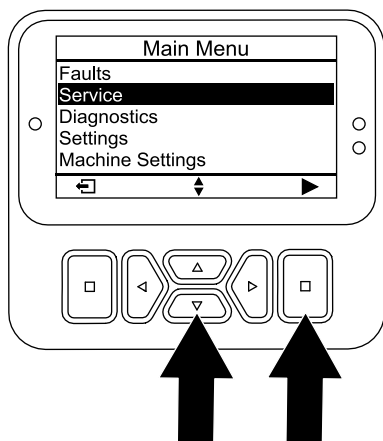

Figura 166
5. Prima o botão para baixo até a opção MANUTENÇÃO estar seleccionada, depois prima o botão de seleção (Figura 166).